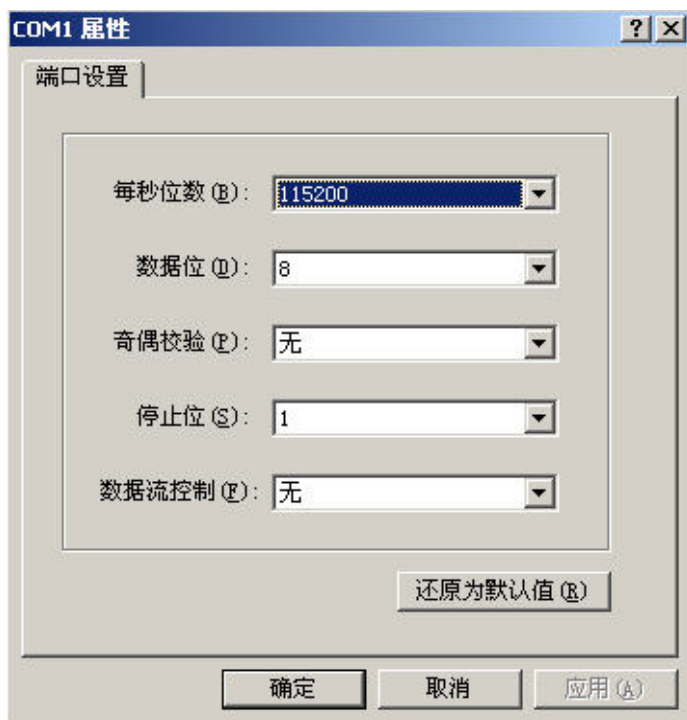

图6-3 端口设置
- 在端口设置中，点击【还原为默认值】后，再将“每秒位数”设置为 115200，如图 6-3 所示。